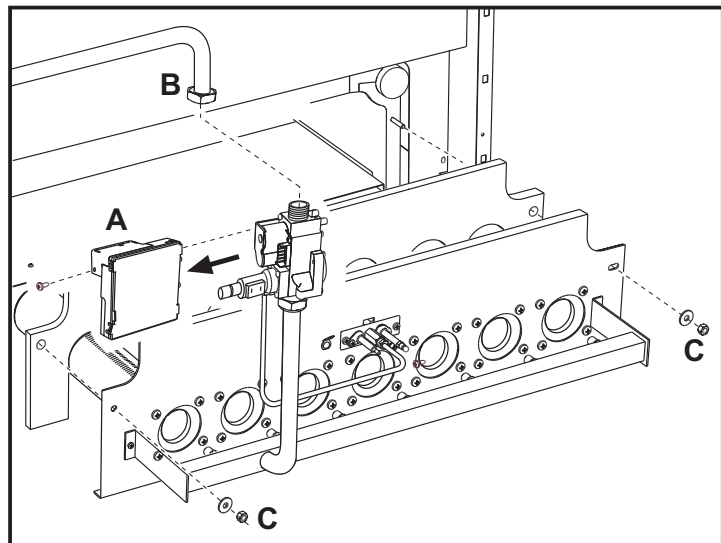
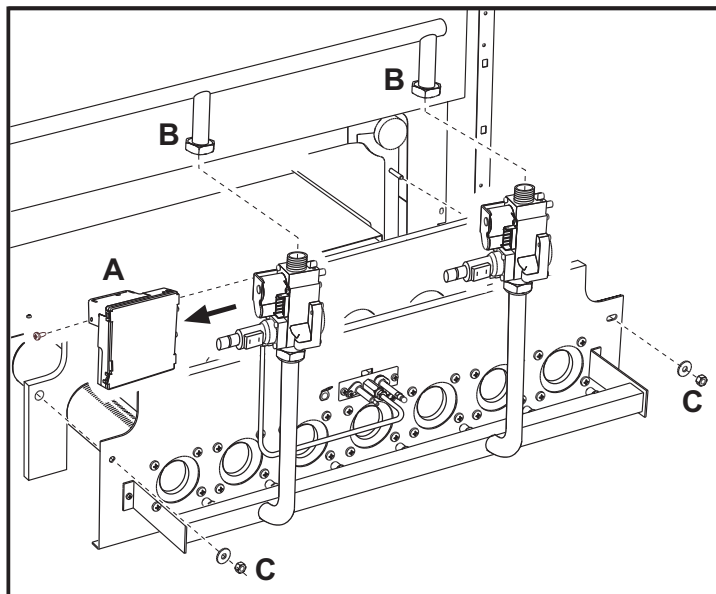

fig. 7 - Modelos PEGASUS - 67 2S, 77 2S y 87 2S
fig. 8 - Modelos PEGASUS - 97 2S y 107 2S
- Desmontar la centralita electrónica de control de llama **A** de la válvula del gas (fig. 7).
- En los modelos **97 2S** y **107 2S**, que tienen dos válvulas de gas, hay que desenroscar también los dos tornillos que fijan los dos conectores eléctricos que alimentan la segunda válvula, y extraerlos de ésta (fig. 8).
- Desenroscar la tuerca **B** que fija el tubo de entrada de gas antes de la válvula de gas (fig. 7). En los modelos **97 2S** y **107 2S**, desenroscar las dos tuercas (fig. 8).